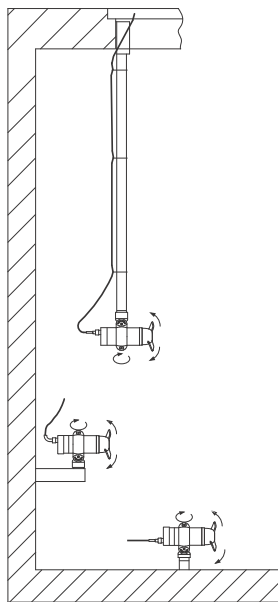

Рис. 3 Подвешной монтаж, настенный монтаж и монтаж на днеце
- монтажный кронштейн и труба для подвешного монтажа, рис. 3;
- монтажный кронштейн для настенного монтажа, рис. 3;
- монтажное основание для монтажа на днеце, рис. 3;